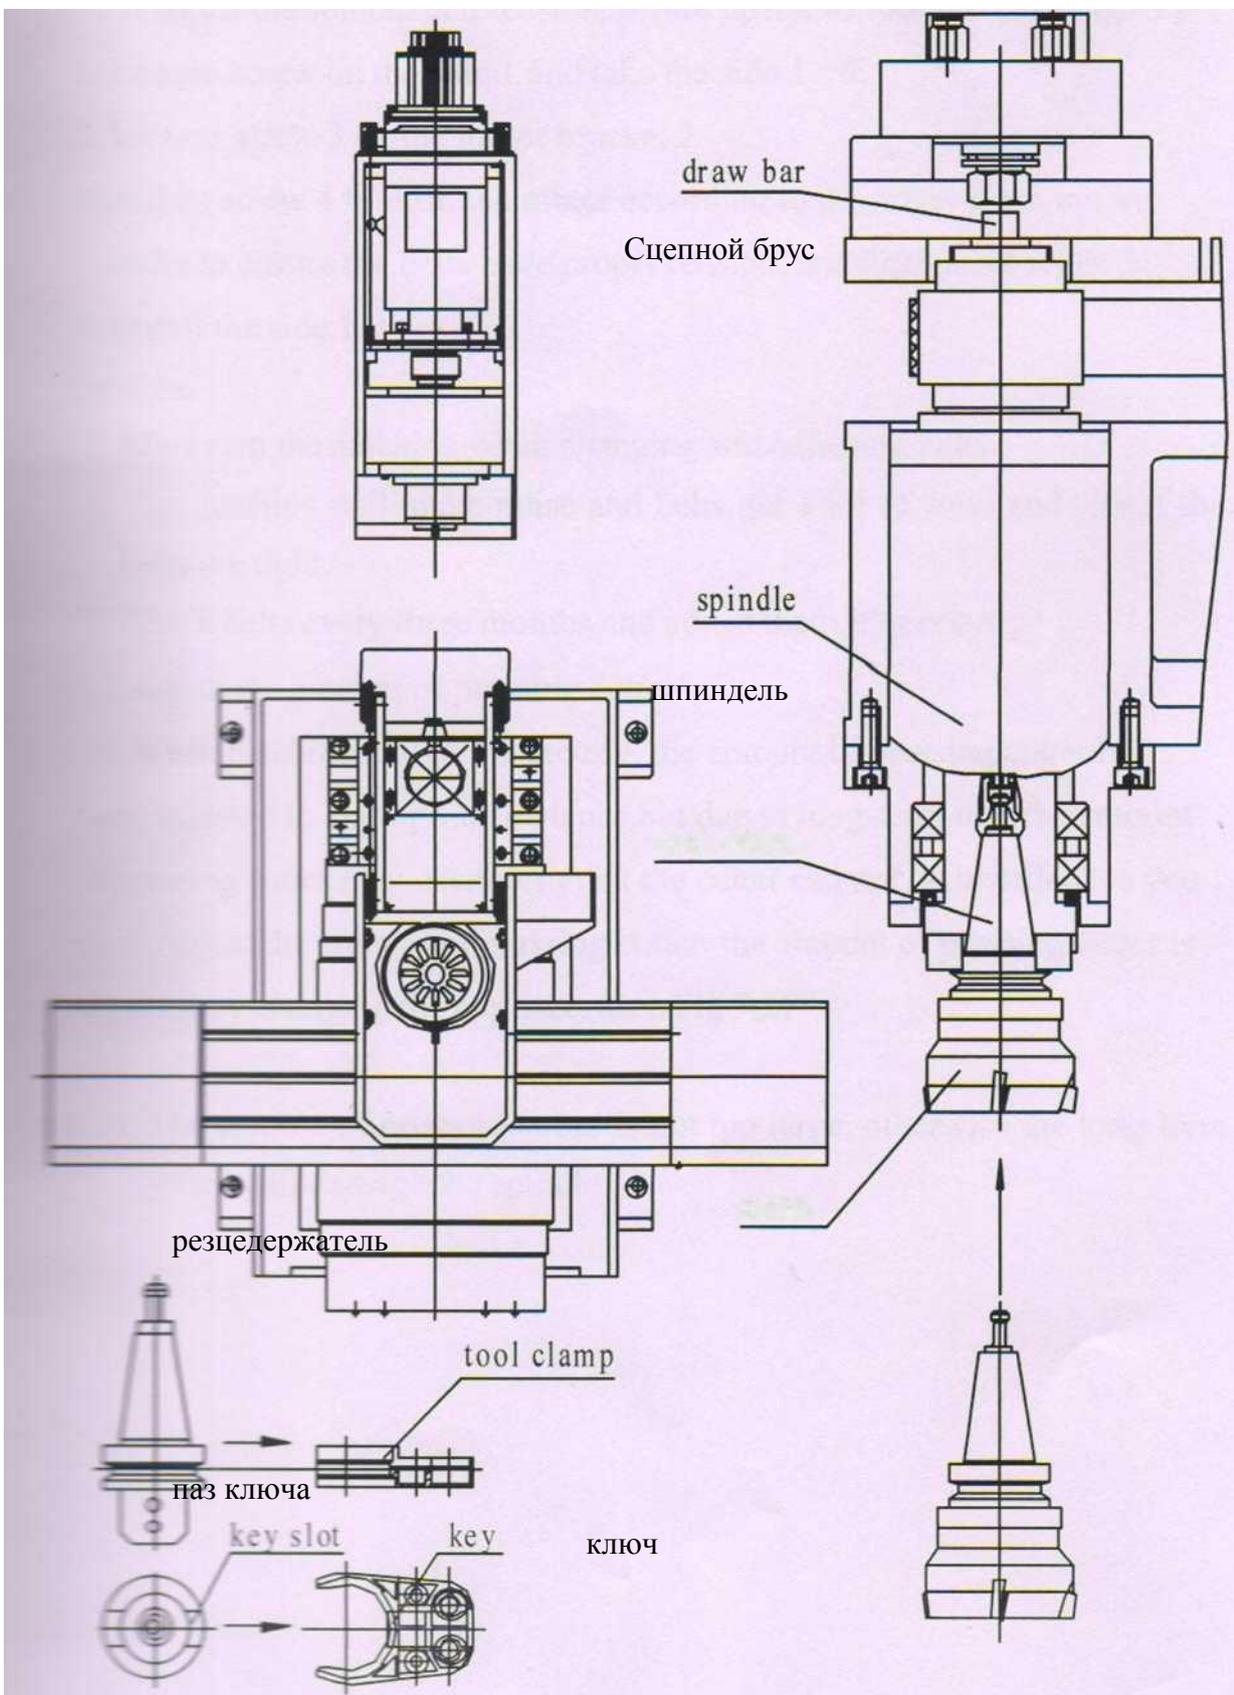

Рис. 7.1
7.2.2. Установка резака (см. рис. 7.1)